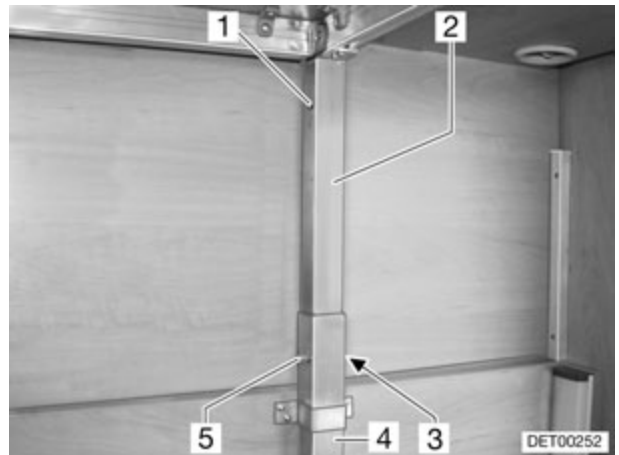

Fig. 80 Cama trasera, con descenso mecánico
- Destornillar las tuercas (Fig. 80,5) de los cuatro alojamientos (Fig. 80,4).
- Elevar ligeramente la cama y extraer los tornillos (Fig. 80,3) de todos los alojamientos.
- Elevar o bajar la cama sin ladearla, hasta que los orificios (Fig. 80,1) del apoyo (Fig. 80,2) y el alojamiento (Fig. 80,4) se correspondan.